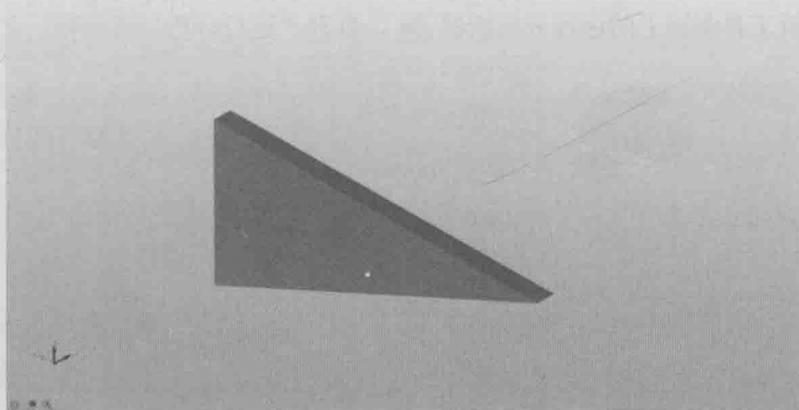

图 1-7
- 4) 选择文件“三角支架.stmod”并打开, 打开的零件材料已定义为 AISI 304 (304 不锈钢), 如图 1-7 所示。